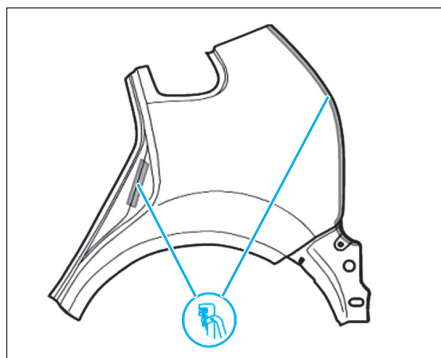

FIG. 109
- Percer l'aile arrière comme illustré (Fig.109).